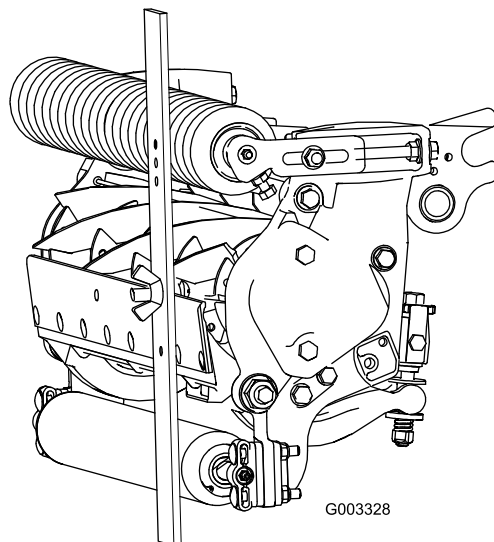

Рисунок 18
3. Зацепите головку винта за режущую кромку неподвижного ножа и приложите заднюю часть планки к заднему валу (Рисунок 18).
4. Поворачивайте регулировочный винт до тех пор, пока передний вал не коснется измерительной планки (Рисунок 18). Регулируйте оба конца валика до тех пор, пока весь валик не встанет параллельно неподвижному ножу.